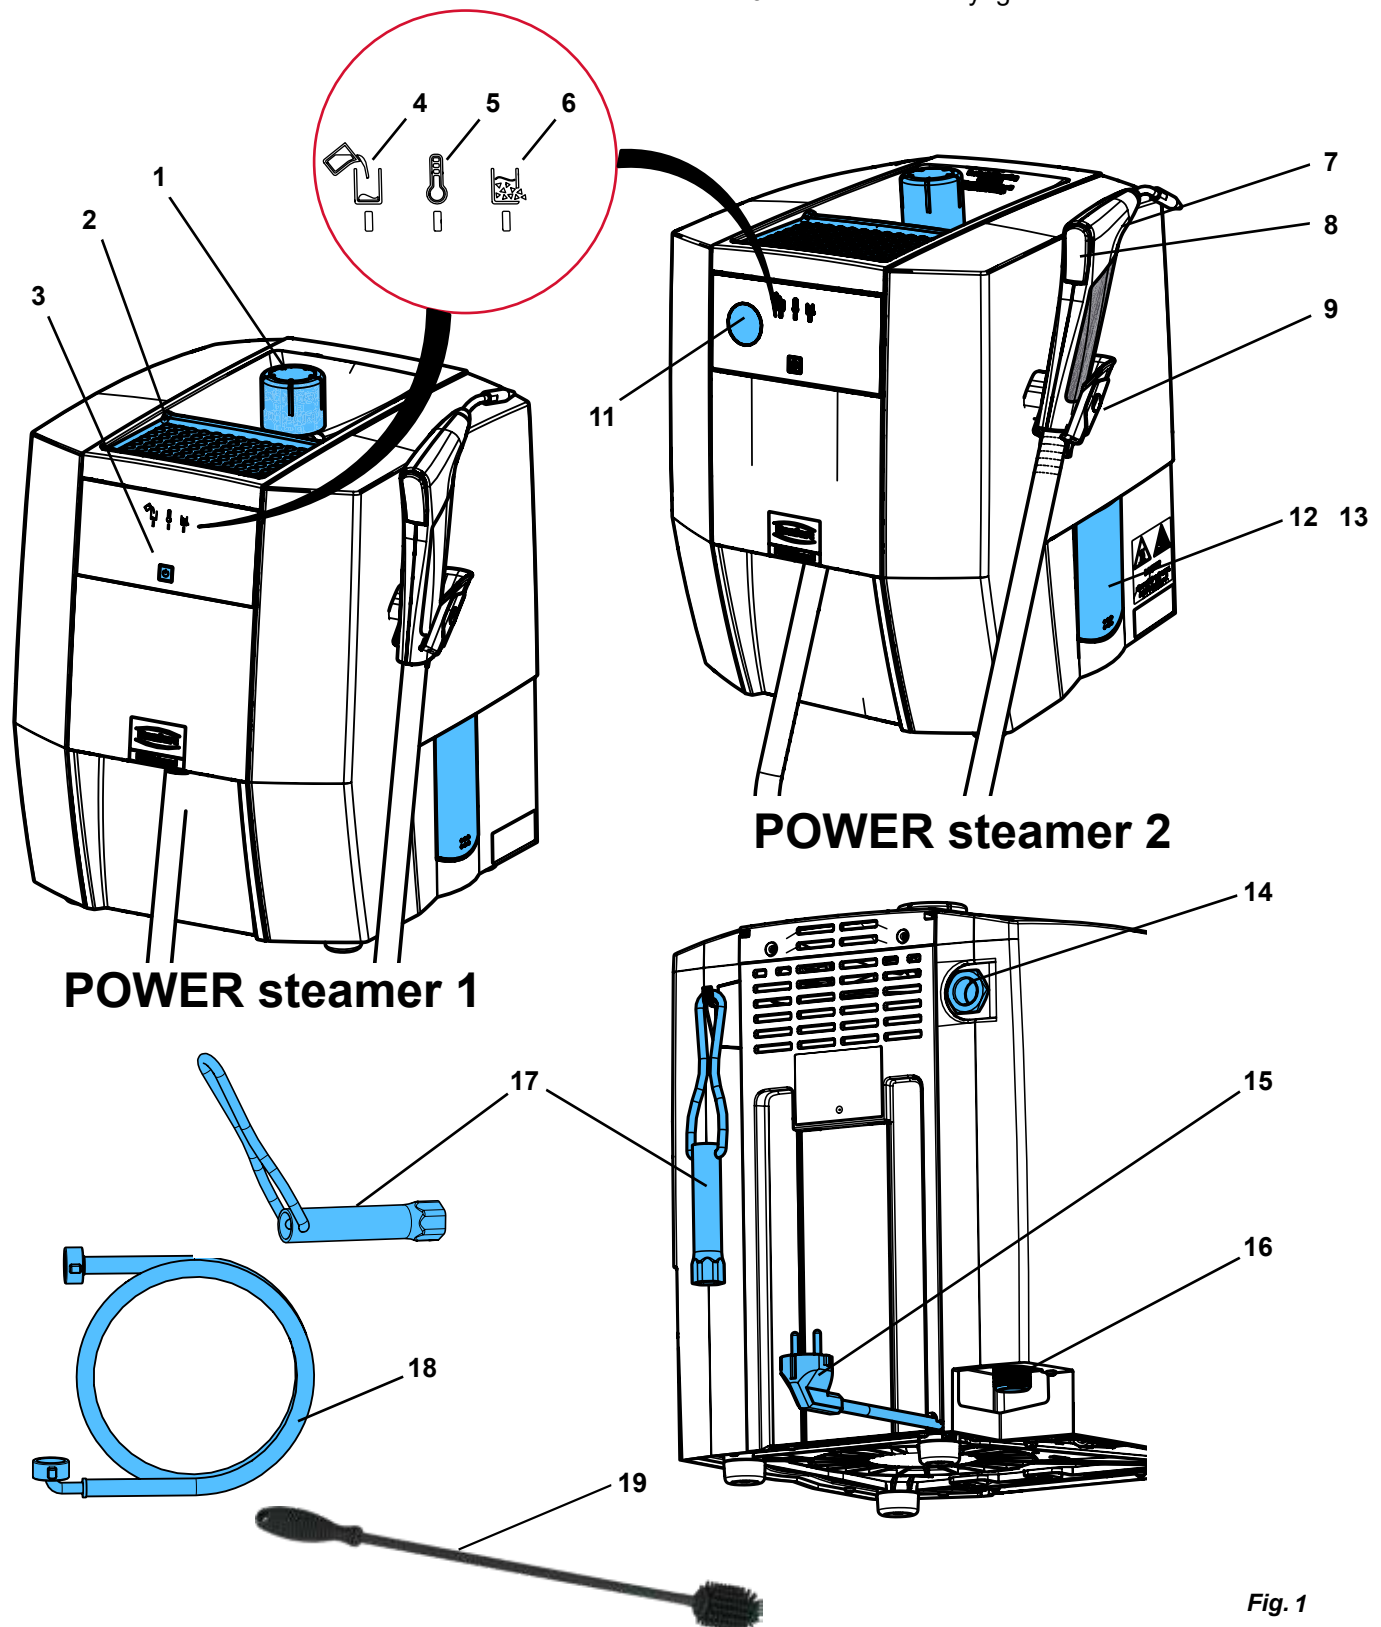

Fig. 1
- ▶ Placer l'appareil de sorte à éviter tout danger au niveau de l'évacuation de la vapeur par la vanne de surpression (14, Fig. 1).
Des modèles en plâtre ou de revêtement peuvent être déposés pour séchage sur l'emplacement (2, Fig. 1).
⇒ Visser le bouchon de réservoir (1, Fig. 1).
Placer l'appareil de sorte à éviter tout phénomène dangereux en cas de sortie de vapeur par la vanne de surpression (14, Fig. 1) (ne pas placer l'appareil devant une prise de courant par ex.).
La vanne de surpression de l'évacuation de la vapeur (14, Fig. 1) ne doit pas être obturée ou bloquée d'une manière ou d'une autre.
Risque dû à la vapeur d'eau sous pression ! Avant d'ouvrir le bouchon de l'ouverture de révision, veiller à ce que le réservoir sous pression soit complètement dépressurisé. Ouvrir et retirer le bouchon de réservoir (1, Fig. 1).
- ⇒ Placer l'appareil de sorte que l'eau puisse s'écouler de l'ouverture de révision (12/13, Fig. 1) dans une cuve.